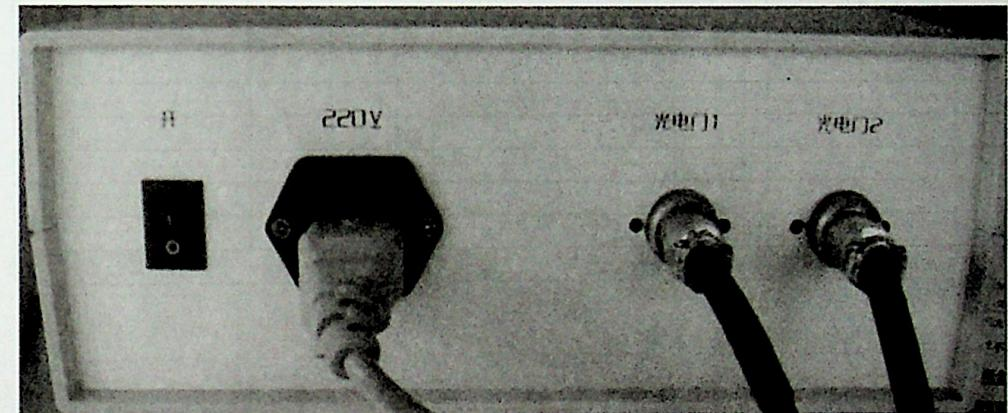

图 4 后面板接线图
- ① 小心开启装有仪器的木箱, 取出整件仪器, 在有机玻璃槽内取出塑料包装的④⑥⑩, 及另一纸盒包装的 DHKFC-1 测试仪;
- ② 先按装⑥中的左、右二根升降用槽杆, 用左手将手柄①提起成合适的角度, 将支撑斜面的横轴套入槽杆 (内有小铜轴承) 在合适高度时将左、右两个黑色旋钮固紧;
- ③ 调节光电门 II 与最下端位置约 250mm 左右, 再将光电门 I 调节到与光电门 II 的间距为 250mm;
- ④ 试块 A 备有三种板材料 (不锈钢、铝、有机玻璃, 也可以嵌入各种柔软面料等, 确定要试验的材料);
- ⑤ 有机玻璃槽内也有三种材料 (不锈钢片、铝片、塑料片等, 也可以在片材上包以布料), 确定要试验的材料装在底部;
- ⑥ 将光电门 I 和 II 的引线分别与 DHKFC-1 测试仪背面的两个插口连接 (次序不能搞错), 如图 4。